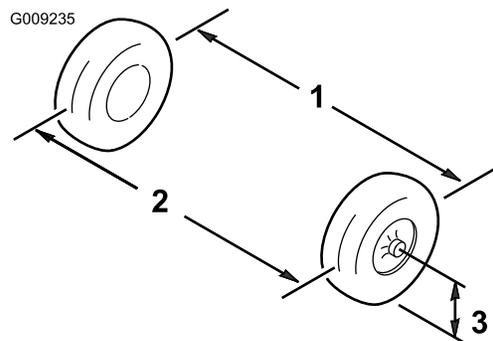

Bild 48
2. Messen Sie den Abstand zwischen beiden Vorderreifen auf Achshöhe (an der Vorder- und Rückseite der Vorderreifen) (Bild 48).